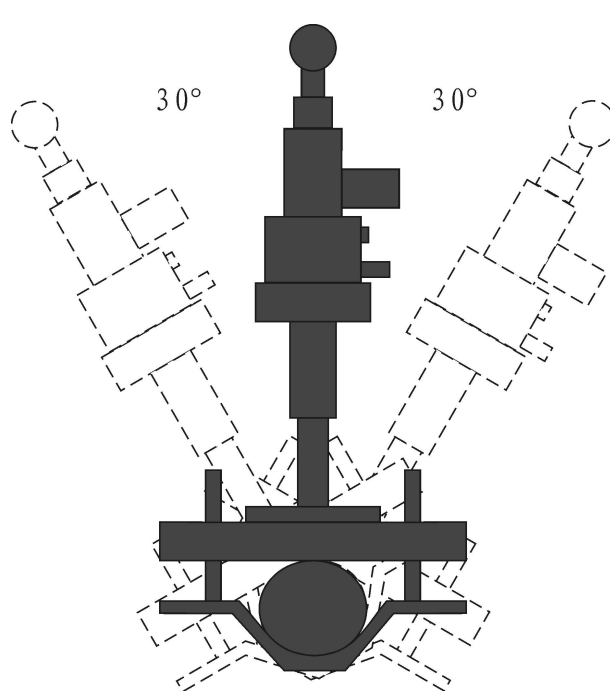

图 2
4. 一般刺扎电缆应选择三个不同的位置刺扎,各点最好相距 30 度角;使用双枪刺扎时,两把枪固定位置应偏转 30 度---40 度角(图 2);